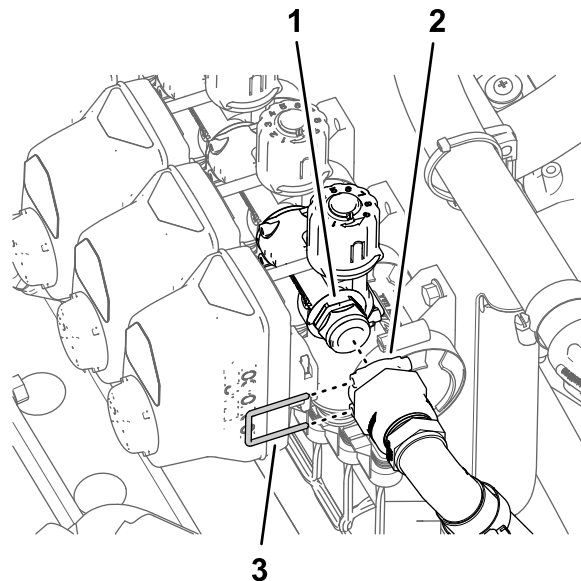

Figura 113
- Monte a união de ligação rápida do tubo de distribuição à união de desligação rápida da válvula de distribuição na válvula do bico 10 (Figura 113).
- Prenda as uniões de desligação rápida do tubo de distribuição e a válvula de distribuição com o retentor (Figura 113).